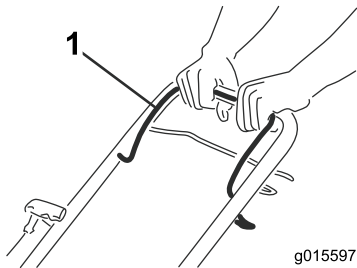

Рисунок 13
1. Удерживайте штангу управления ножом (Рисунок 13) прижатой к рукоятке.